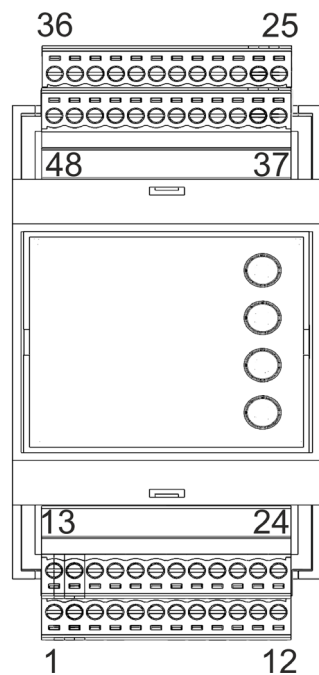

Рис.4 Расположение выводов контроллера.
7.2. Расположение выводов контроллера показано на Рис.4.